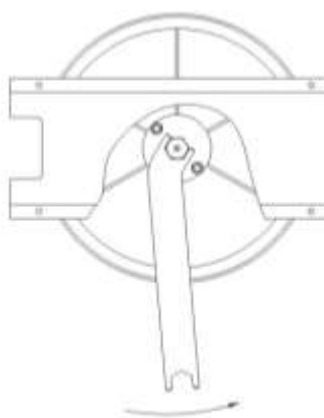

Fig 1
**7.6.2** *Inserati cheia in spatiul dintre capacul de plastic; folositi cheia pentru a incuia pe nuca de reglare (Fig 1). Intoareceti nuca in sensul invers acelor de ceas precum in figura de mai jos (Fig 2). Aceasta operatiune ca strange placa de sigilare.*